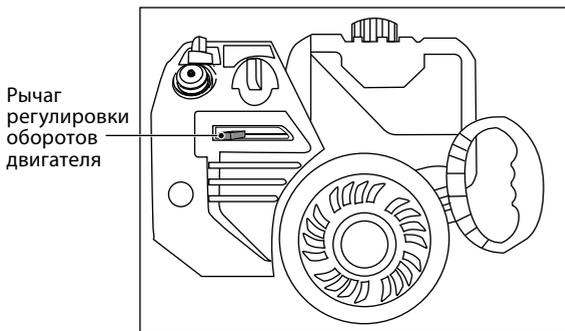

Рис. 21
14. Переместите рычаг регулировки частоты вращения вала в среднее положение (рис. 21).